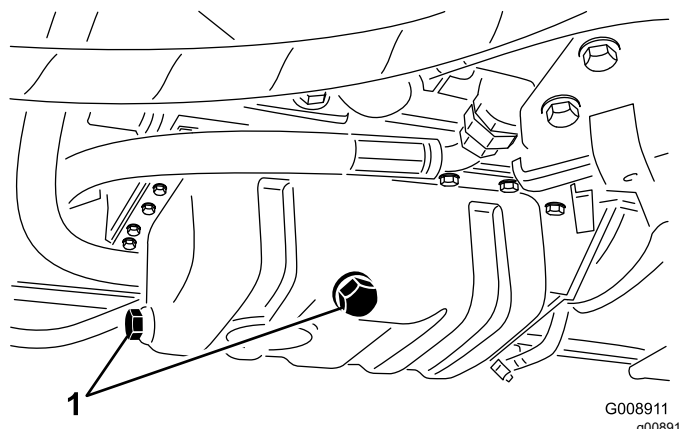

Figure 45
1. Retirez le bouchon de vidange (Figure 45) et laissez couler l'huile dans un bac de vidange.